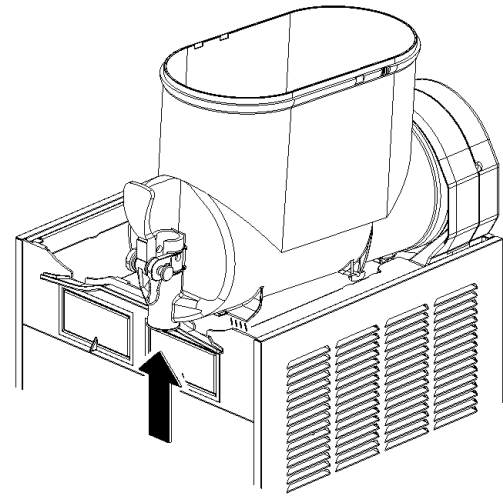
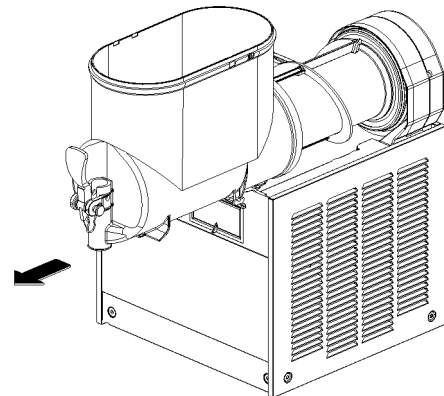

figure 7
figure 8
**2** Démontez le réservoir en poussant légèrement sa partie inférieure (côté robinet) vers le haut pour en libérer les crochets inférieurs (voir figure 7) et en le faisant ensuite glisser par l'avant (voir figure 8).